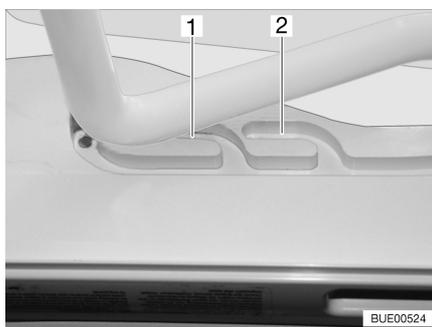
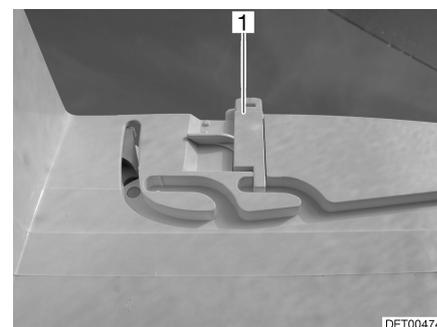

Fig. 25 Lanterneau Heki en position de ventilation
Fig. 26 Verrouillage position de ventilation
Il est possible d'amener le lanterneau Heki en deux positions de ventilation : Position pour mauvais temps (Fig. 25,1) et position intermédiaire (Fig. 25,2). Selon l'équipement, il est possible de verrouiller le lanterneau en position intermédiaire avec les deux verrous (Fig. 26,1) à gauche et à droite du cadre du lanterneau.
- Pousser légèrement l'étrier vers le haut, le pousser dans la glissière choisie (Fig. 25,1 ou 2) et le verrouiller si nécessaire.